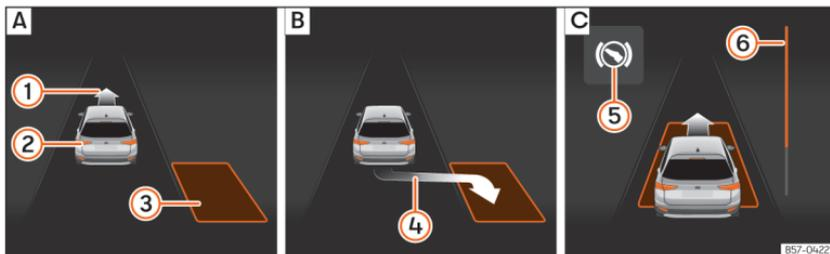
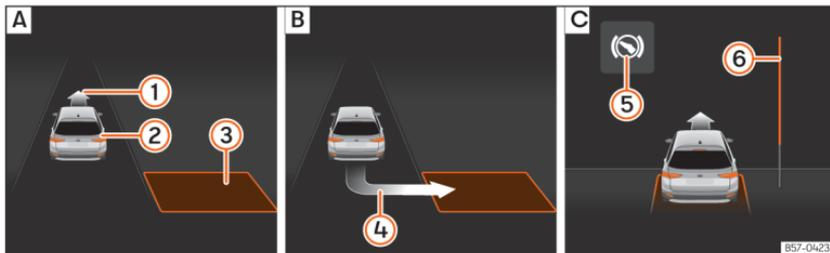

Fig. 144 No ecrã do painel de instrumentos: estacionar em paralelo. **A**: Procurar um lugar de estacionamento. **B**: Posição para estacionar. **C**: Manobrar.
Fig. 145 No ecrã do painel de instrumentos: estacionar em espinha. **A**: Procurar um lugar de estacionamento. **B**: Posição para estacionar. **C**: Manobrar.
para estacionar >>> **Fig. 144 B** ou >>> **Fig. 145 B**. O lugar foi considerado “apropriado” se no ecrã do painel de instrumentos aparecer a indicação de estacionar **4**.
- Retroceda até o sinal contínuo do ParkPilot soar; **OU:** retroceda até aparecer a indicação de marcha à frente no ecrã do painel de instrumentos »» Fig. 144 [C] ou »» Fig. 145 [C]; **OU:** retroceda até aparecer a mensagem **Park Assist finalizado** no ecrã do painel de instrumentos. A barra de progresso ⑥ indica a distância a percorrer.
- Carregue no pedal do travão até o sistema de estacionamento assistido terminar de realizar as rotações do volante; **OU:** até o símbolo ⑤ no ecrã do painel de instrumentos se apagar.
- Faça marcha à frente até soar o sinal contínuo do ParkPilot; **OU:** faça marcha à frente até aparecer a indicação de fazer marcha-atrás no ecrã do painel de instrumentos. O sistema de estacionamento assistido manobra o veículo em frente e em marcha-atrás até centrá-lo no lugar »» Fig. 144 [C] ou »» Fig. 145 [C].
A barra de progresso »» Fig. 144 ⑥ e
»» Fig. 145 ⑥ mostra simbolicamente no ecrã do painel de instrumentos a distância relativa que ainda falta percorrer. Quanto maior for a distância, mais cheia está a barra de progresso. Ao circular em marcha à frente, o conteúdo da barra de progresso diminui para cima, e ao circular marcha-atrás, diminui para baixo.